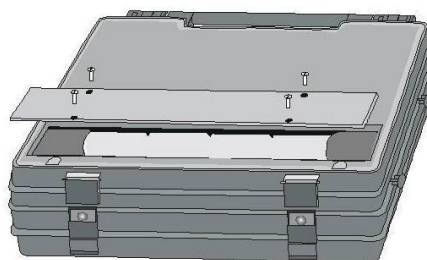

Рис. 14. Способ вскрытия контейнера для аккумуляторов
- Снять крышку контейнера аккумулятора (в нижней части корпуса), отвинтив 4 винта (рис. 14)